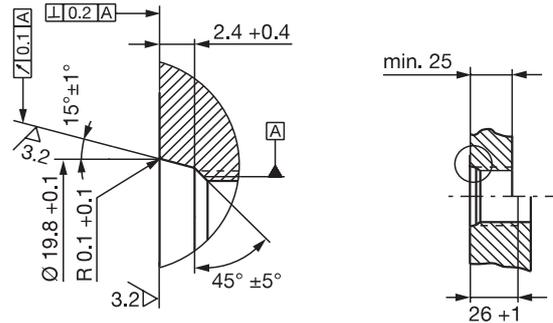

Fig. 4-3: Agujero roscado M18x1.5 según ISO 6149, junta tórica 15.4x2.1
- ▶ Haga el agujero con rosca (dado el caso, avellanado para la junta tórica) conforme a Fig. 4-3.